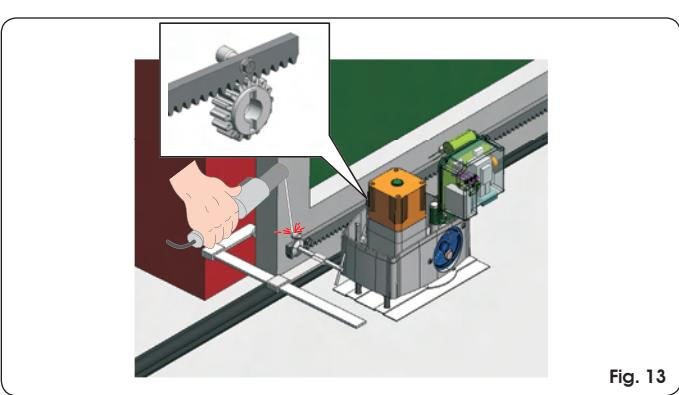

Fig. 13
3. Appoggiare sul pignone il primo pezzo di cremagliera a livello e saldare il nottolino filettato sul cancello come indicato in Fig. 13.